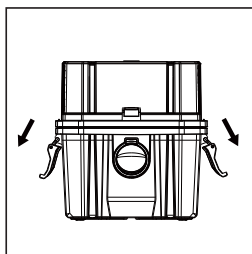

FIG. 6
- Retire el conjunto del cabezal de potencia del aspirador en seco y húmedo tirando hacia arriba sobre los clips de la tapa a cada lado del aspirador. Retire el conjunto del cabezal de potencia. (Fig. 6)